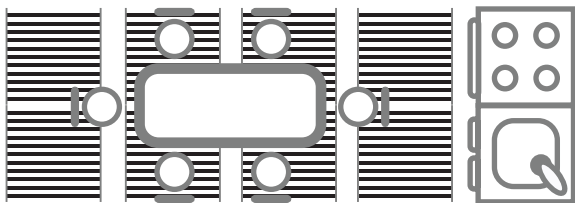

рис. 1 (расположение пленки в помещении)
3. Площадь под стационарными предметами является не отапливаемой. Эту площадь нет смысла отапливать из-за недоступности ее человеку, ограниченный отвод тепла может привести к перегреву нагревательной пленки и выходу ее из строя. Поэтому установка нагревательной пленки под стационарными предметами запрещается (рис. 1).